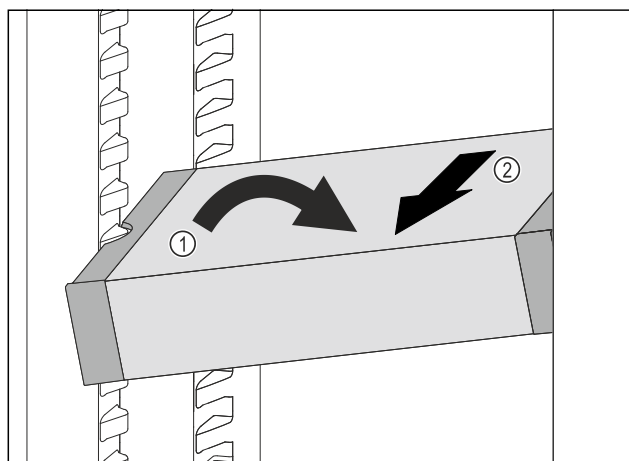

Fig. 110
- VarioSafe in het koelgedeelte schuin zetten. Fig. 110 (1)
- VarioSafe naar voren toe verwijderen. Fig. 110 (2)